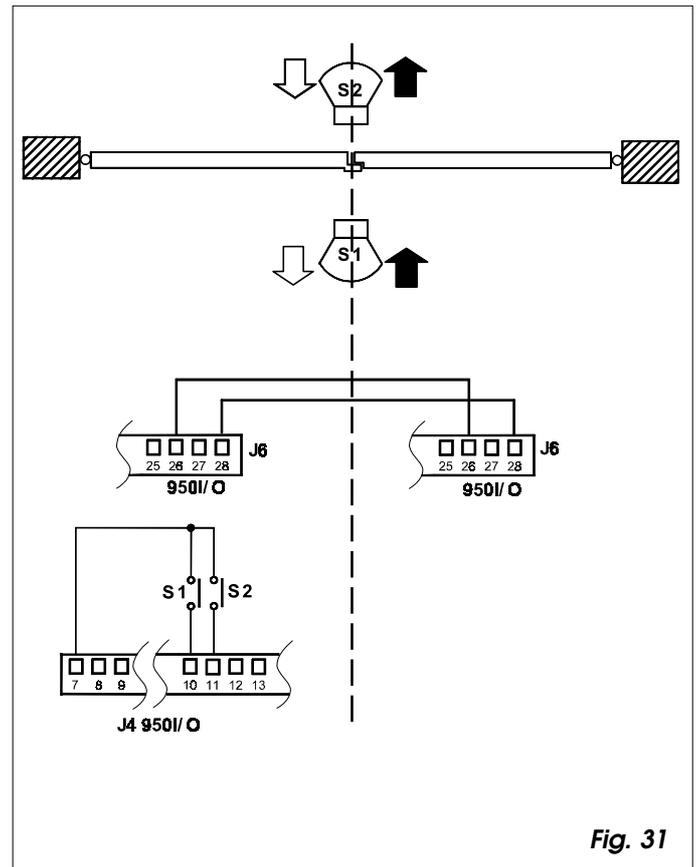

Fig. 31
- Eseguire i collegamenti tra le apparecchiature 950I/O delle due automazioni come da fig. 31 .